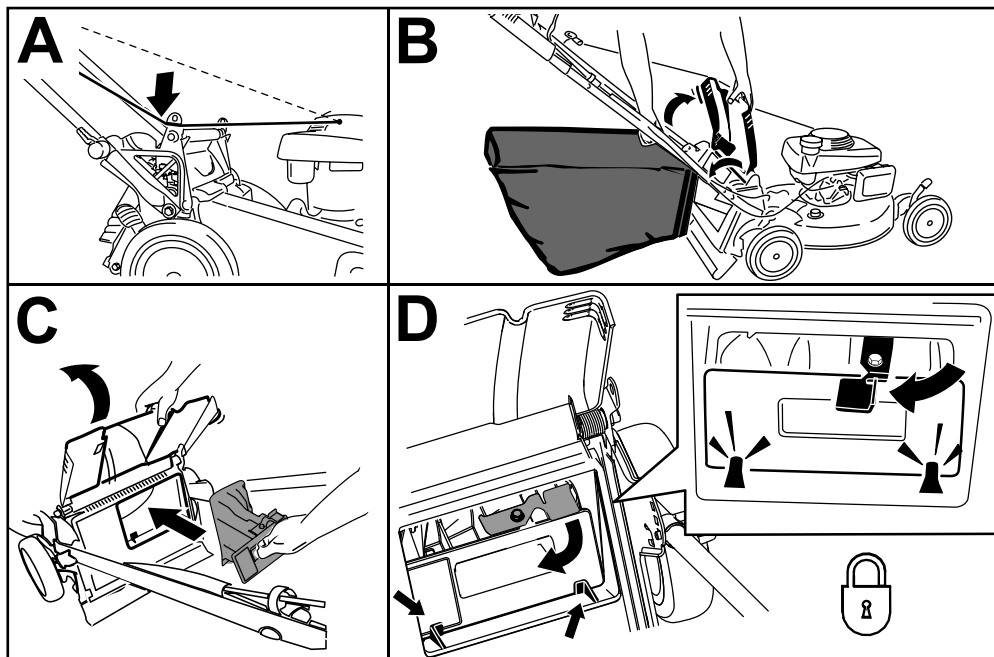

Figure 17
1. Faites passer le câble du lanceur autour du guide inférieur (encadré A de la Figure 17).
2. Relevez et maintenez le déflecteur arrière dans cette position, puis soulevez le bac à herbe par la poignée pour le dégager des crans des supports de poignée (encadré B de la Figure 17).
3. Installez l'obturateur arrière (encadré C de la Figure 17).
Important: Vérifiez que l'obturateur arrière est verrouillé en place. Pour verrouiller l'obturateur, appuyez fermement dessus jusqu'à ce qu'il s'enclenche en position derrière les pattes, et tournez le levier situé sur l'obturateur vers la gauche (encadré D de la Figure 17).